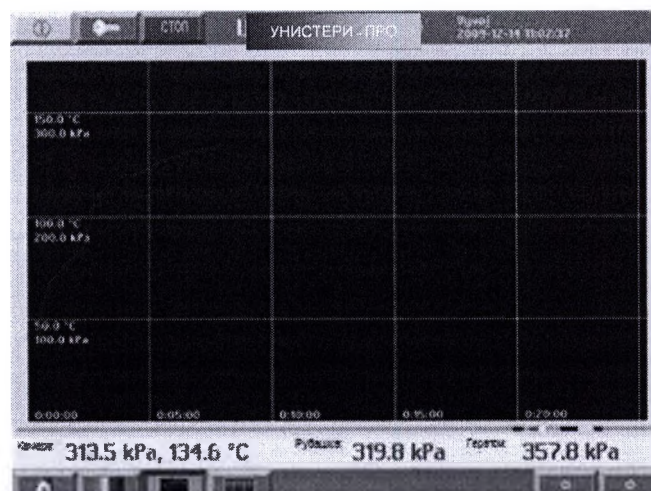

Рисунок 18 Графическая запись
- Графическая запись давления и температуры рисунок 18.